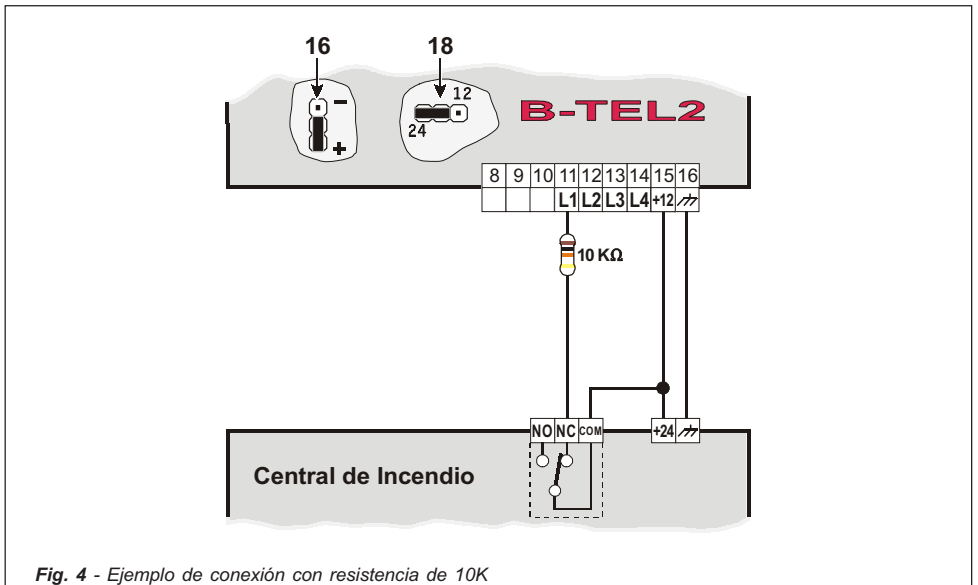

Fig. 4 - Ejemplo de conexión con resistencia de 10K
**ATENCIÓN** - En el caso de mandos POSITIVOS con tensión superior a 20 V, es necesario conectar en serie a la entrada una resistencia de 10Kohm (no en dotación): ver Fig. 4.